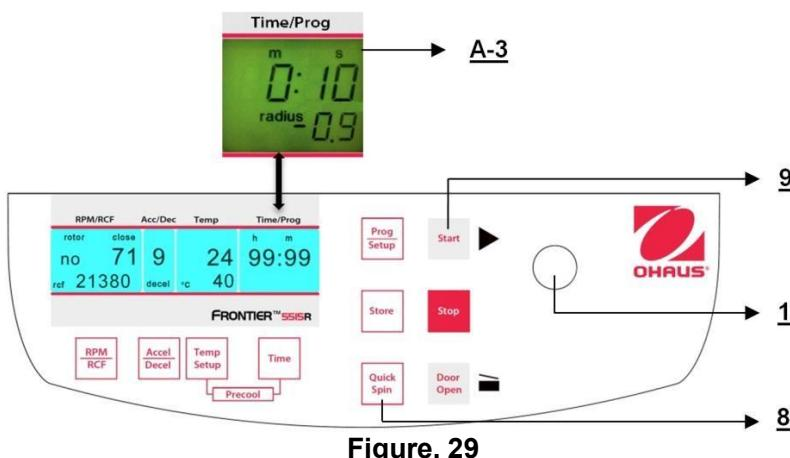

Figure. 29
La centrifugeuse peut être démarrée avec la touche "Start" (9) (voir la figure 29) ou avec la touche "Quick Spin" (8). Avec la touche "Start" (9), l'utilisateur peut démarrer des centrifugations mémorisées ou exécuter une centrifugation avec des paramètres présélectionnés manuellement.